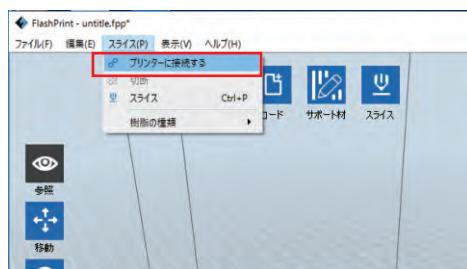
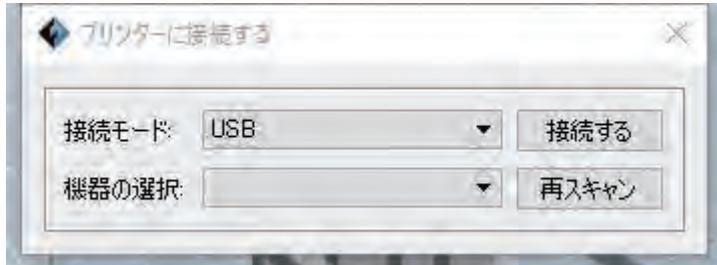

図 5-27
図 5-28
- (図 5-27) メニューバーの [スライス]-[プリンターに接続する] をクリックしてポップアップした機器接続窓口で (図 5-28) USB を接続方式として選択します。そして、機器選択バーから Flashforge Hunter 3D Printer を選びましょう。